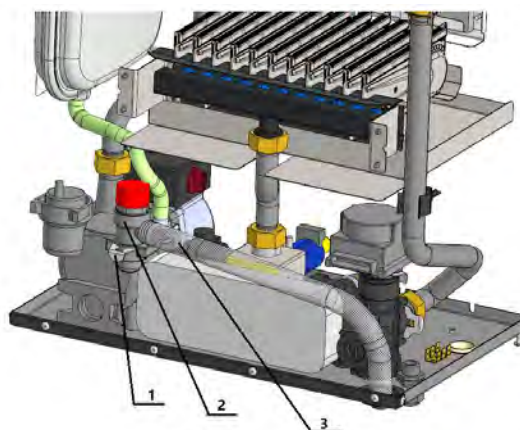

Рис. 18 Демонтаж предохранительного клапана (вид котла сзади без задней стенки)
- отсоединить трубку сброса воды (3) от предохранительного клапана (2);
- извлечь фиксатор (1) в сторону задней стенки котла, см. рисунок 18, и вытащить вверх предохранительный клапан (2);